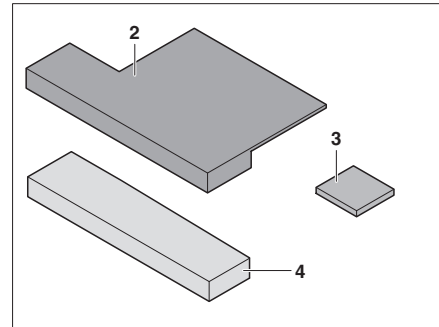

Fig. 190 Cojín adicional
- Si está disponible, fijar la cuña de asiento (Fig. 190,3) al cojín adicional (Fig. 190,2) (con cierre de velcro).